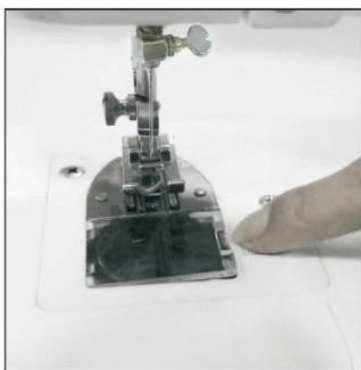

Рисунок 7
- 1) Сдвиньте кнопку крышки отсека шпулек вправо и снимите крышку (Рисунок 7).